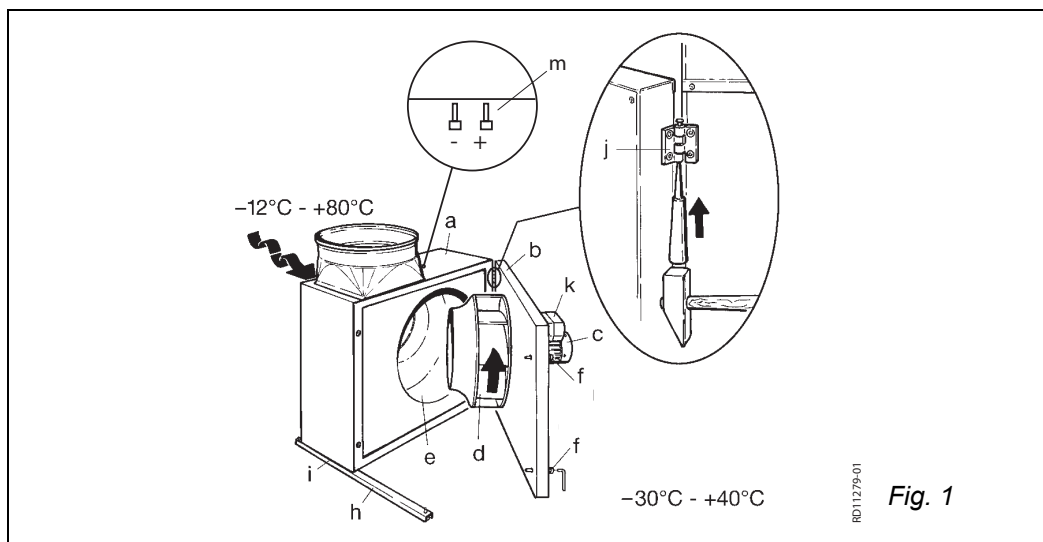
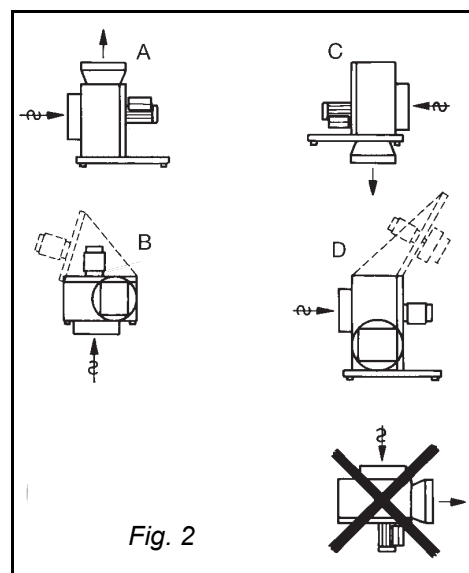

Fig. 1
Fig. 2
Der Ventilator lässt sich auf verschiedene Weise in Innenräumen aufstellen (Abb. 2). Bei den Montageverfahren B und D muss sich die Wartungstür während Wartungsarbeiten in offener position arretieren lassen. Zu diesem Zweck ist ein Sicherheitsbeschlag einschl. Montagesatz als Zubehör lieferbar.
- **BESB 400 und 500:** Wenn das Montageverfahren B (Abb. 2/4) für BESB 400 und 500 gewählt wird, müssen Löcher ($\text{Ø}16 - \text{Ø}20$) für die Muttern an den Tragschienen im Gehäuse gebohrt werden.
Bei allen einphasigen Ventilatoren ist die Spannung regelbar. Der Motor ist mit einer Thermosicherung ausgerüstet. Die Thermosicherung ist ab Werk mit dem Stromkreis des Motors in Serie geschaltet (Anschlussdiagramm im Klemmenkasten Abb. 1). Sollte bei Überhitzung des Motors ein manueller Reset gewünscht sein, so ist der Motor nach Abb. 2 im Anschlusskasten anzuschliessen. Hier wird der Thermokontakt in den Steuerkreis eines Schützes verschaltet.